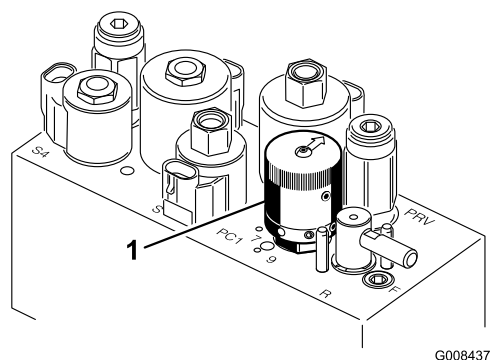

Figura 37
4. Para ajustar a velocidade dos cilindros, rode o manípulo (Figura 37) até que as setas indicadoras fiquem alinhadas com o número que designa o ajuste desejado.